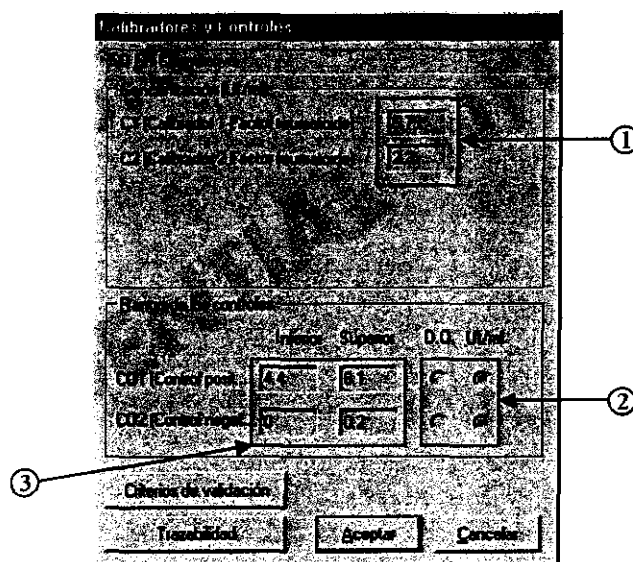

Figura 6: Calibradores y controles
- **Cn:** Permite la introducción del valor de concentración de cada calibrador (Ref. 1, Figura 6).
- **CO:** Permite introducir el rango de aceptación de los controles. Se puede introducir los valores máximo y mínimo que pueden alcanzar los controles de acuerdo con las especificaciones del fabricante del equipo (Ref. 3, Figura 6).
- Seleccionar si los valores máximo y mínimo se expresan en concentración o en densidad óptica. (Ref. 2, Figura 6).